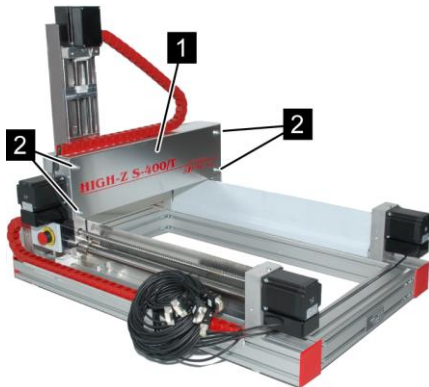

Abb. 22: Abdeckung Y-Achse
2. Vier Schrauben (Abb. 22/2) lösen und entfernen.
3. Abdeckung (Abb. 22/1) an der Y- Achse entfernen.